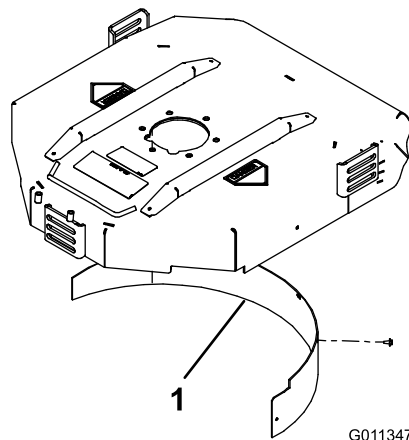

图 11
2. 将碎草隔板装入后开口内并使用 5 个凸缘头螺栓进行固定 (图 11)。